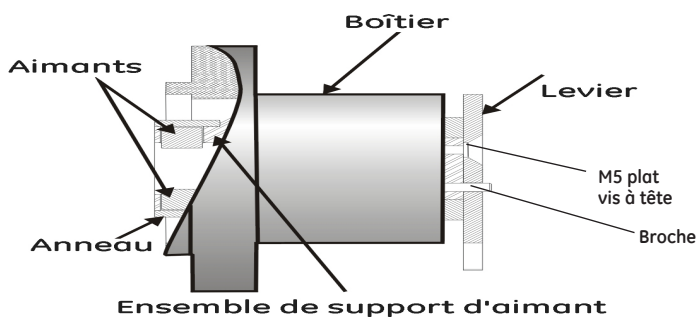

Figure 10 Support d'aimant pour vannes linéaires
1. S'assurer que le levier est goupillé à l'ensemble de l'aimant et solidement maintenu par une vis à tête plate M5 de sorte que l'axe magnétique soit vertical lorsque le levier de la vanne est en position fermée. Serrer la vis de levier. Se reporter à Figure 10.